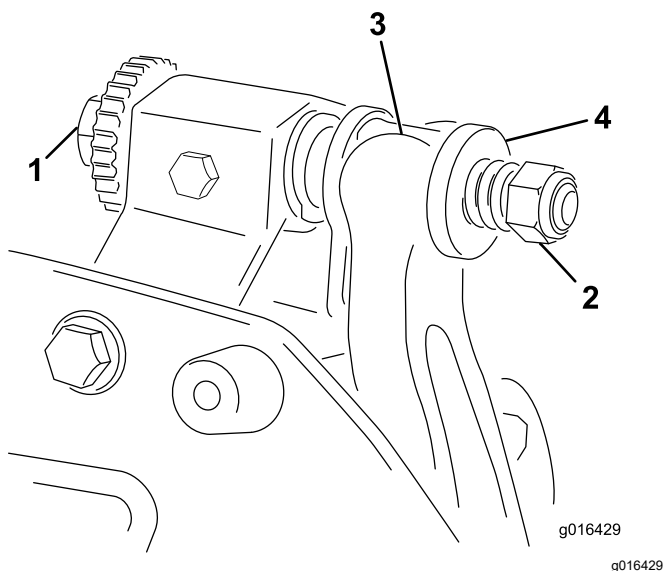

Figura 17
1. Gire el tornillo de ajuste de la barra de asiento en el sentido contrario a las agujas del reloj para alejar la contracuchilla del molinete (Figura 17).
- Afloje la tuerca de tensado del muelle hasta que el muelle deje de presionar la arandela contra la barra de asiento (Figura 17).
1. Instale el conjunto de barra de asiento/contracuchilla, colocando las pestañas de montaje entre las arandelas y el tornillo de ajuste de la barra de asiento (Figura 17).